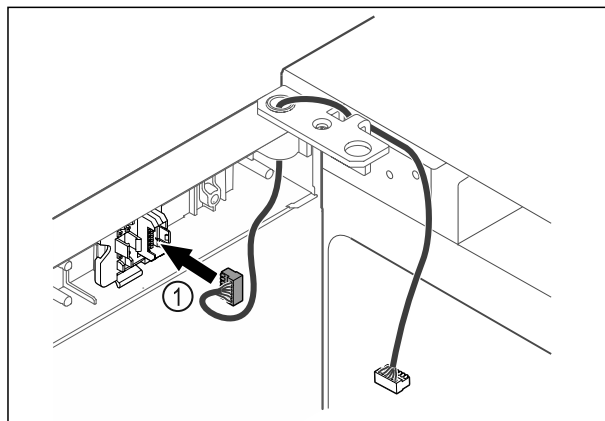

Fig. 49
- ▶ Zasuňte zástrčku Fig. 49 (1) do držiaka zástrčky.